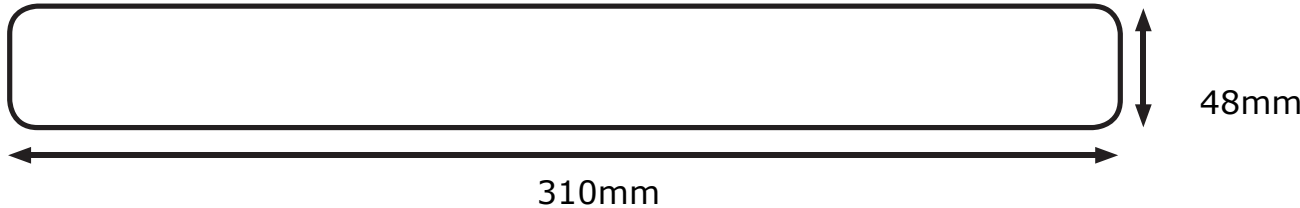

FIG1
- Découpez une ouverture appropriée dans le plafond conformément aux détails de la découpe de la Fig. 1 en vous assurant qu'elle n'empiète pas sur les câbles électriques, les conduites d'eau / gaz ou les solives de plafond.